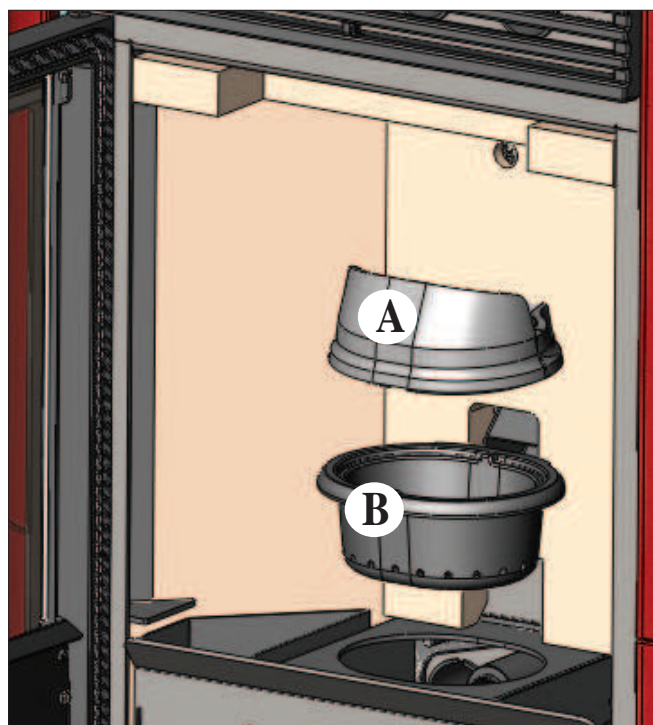
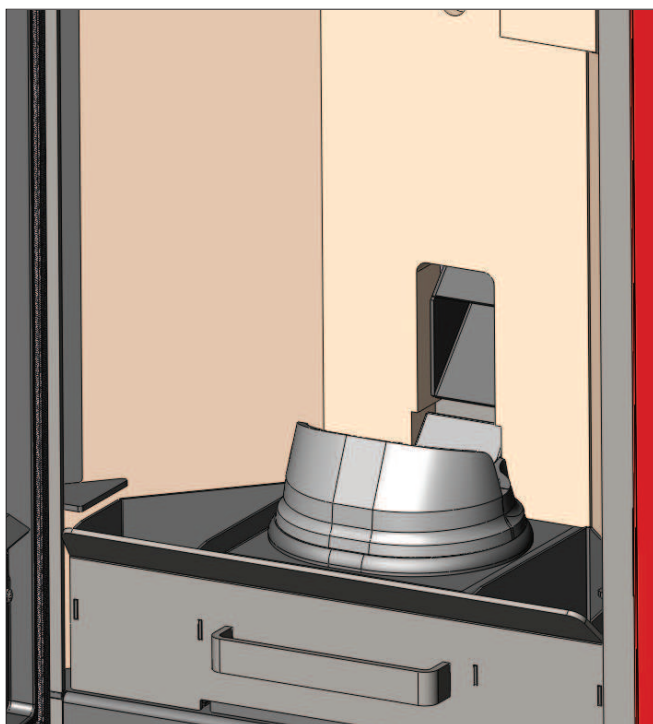

fig. 1
fig. 2
Após a limpeza normal, o acoplamento **NÃO CORRECTO** do recipiente superior (A) (fig. 1) com o recipiente inferior (B) (fig. 1) pode comprometer o funcionamento da estufa. Por isso antes da ligação da estufa, certificar-se que os recipientes sejam acoplamento correctamente como indicado na (fig. 2) sem presença de cinzas ou incombustos no perímetro de apoio.